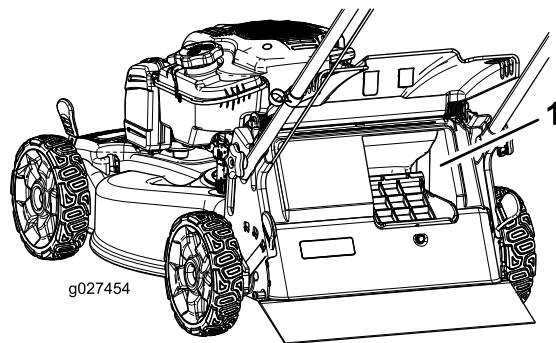

Bild 18
**Wichtig:** Stellen Sie für einen einwandfreien Betrieb den Motor ab, warten Sie, bis alle beweglichen Teile zum Stillstand gekommen sind, entfernen Sie dann Schnittgut und Rückstände von der Klappe des zuschaltbaren Fangkorbs und den umgebenden Öffnungen (Bild 18), bevor Sie die Stellung des Hebels für den zuschaltbaren Fangkorb ändern.